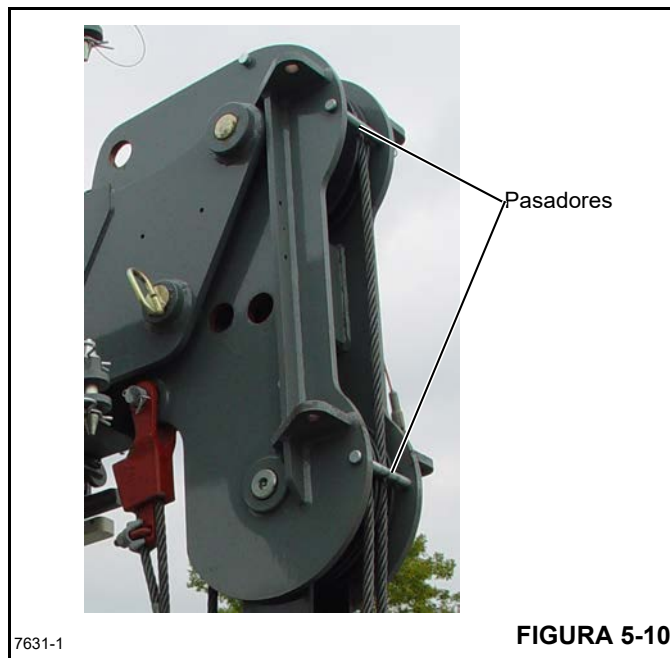

FIGURA 5-10
3. Retire los dos pasadores de la punta de pluma (Figura 5-10).